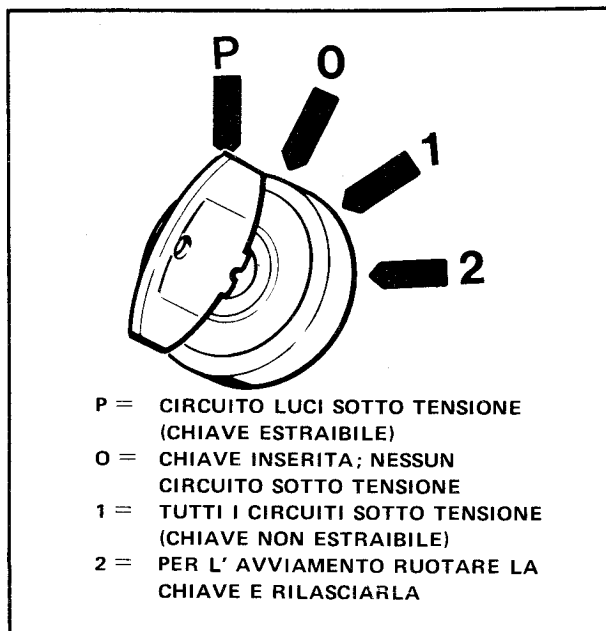

Figura 4. Commutatore a chiave
15. **COMMUTATORE A CHIAVE PER ACCENSIONE, PREDISPOSIZIONE SERVIZI ED AVVIAMENTO MOTORE:** vedere la figura 4.
- Inserire la chiave nel commutatore (15, fig. 3) e ruotarla in posizione 2, rilasciare la chiave quando il motore è avviato, essa ritornerà automaticamente in posizione 1 (vedere la figura 4).